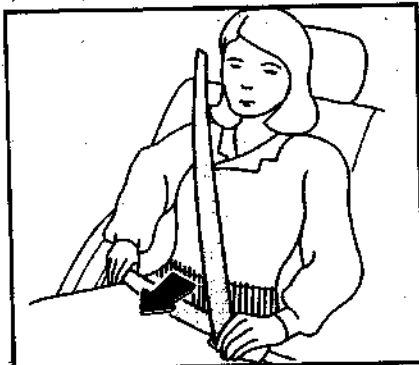

Рис. 28. Расположение бедерной части ремня безопасности
4. Разместите бедерную часть ремня КАК МОЖНО НИЖЕ для исключения проскальзывания под ремнём в случае аварии (рис. 28). Ремень ОТРЕГУЛИРУЙТЕ В СООТВЕТСТВИИ С ВАШИМ РОСТОМ. Механизм натяжения автоматически наматывает излишнюю часть ремня и постоянно поддерживает ремень в натянутом состоянии. В целях достижения максимальной безопасности не вытягивайте без необходимости ремень и не создавайте чрезмерного его провисания.